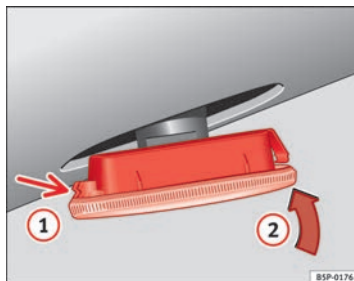

Fig. 173 Clignotants latéraux
- Placez d'abord le clignotant dans l'orifice de la carrosserie, en emboîtant les agrafes **(1)** ⇒ fig. 173, puis emboîtez l'ampoule comme indiqué par la flèche **(2)** ⇒ fig. 173.